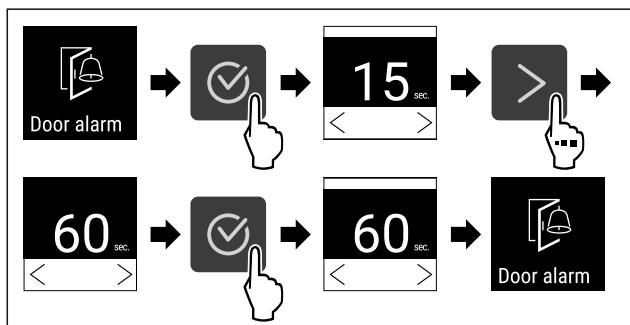

Fig. 104
- ▶ Wykonać czynności (patrz Fig. 104).